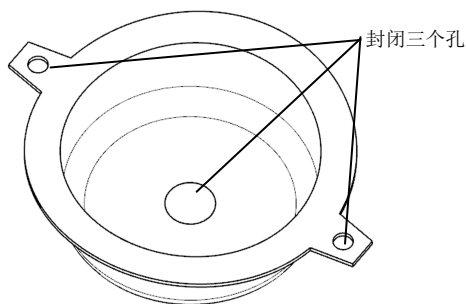

图 8-5 封闭3个孔
(10) 采用同样的方法，修补其他两个孔，被封闭的3个孔如图 8-5 所示。